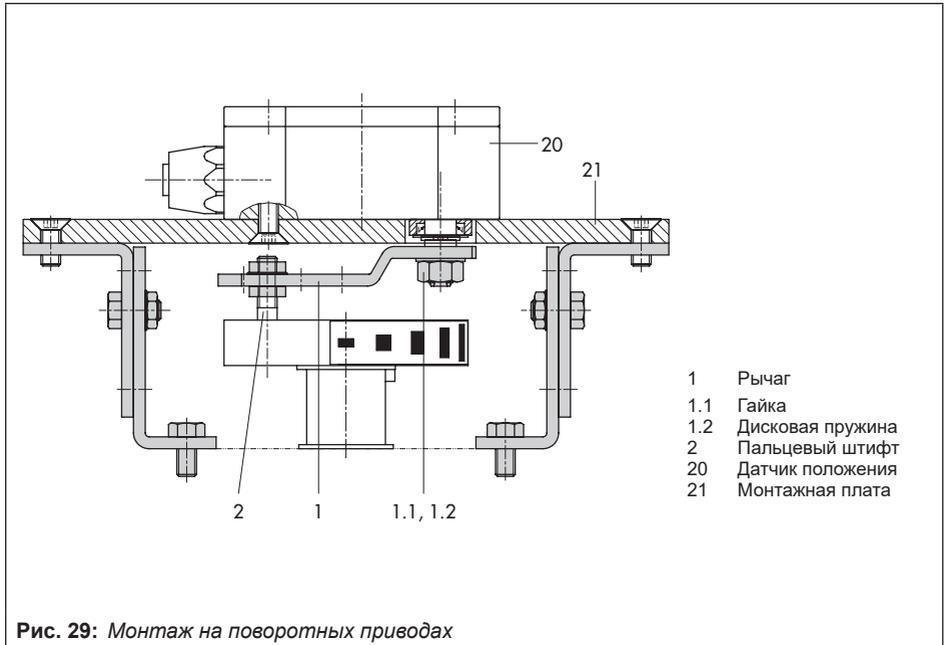

Рис. 29: Монтаж на поворотных приводах
- См. Рис. 29
1. Установите рычаг (1) на датчике положения в центр и удерживайте. Ослабьте гайку (1.1) и снимите рычаг с дисковой пружиной (1.2) с вала датчика.
2. Прикрепите датчик положения (20) к монтажной плате (21).
3. Замените установленный на рычаге (1) пальцевый штифт (2) на металлический